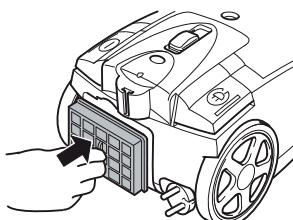

Abb. 29
- Setzen Sie den neuen/gereinigten und vollkommen trockenen Ausblasfilter zurück in seine Konsole (Abb. 29).